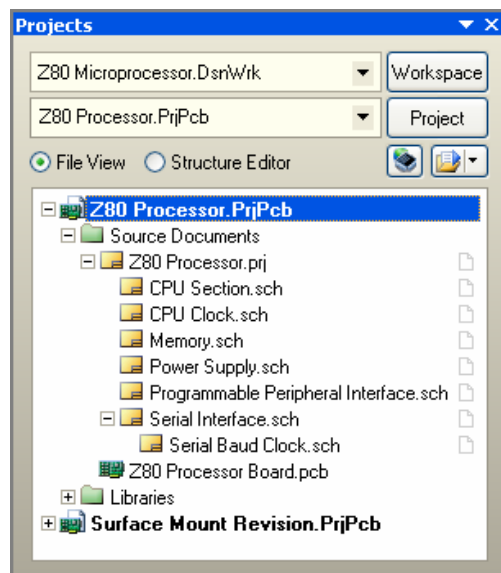

図 2. DDB をインポートした例。トップの Design Workspace の名称が元の DDB と同じであることを注意して下さい。1 DDB
6. Design Workspace を開いて下さい。作成した Design Workspace を開くと、構築された全ての Protel 2004 プロジェクトを表示します。図 2 は、Protel 99 SE \Examples フォルダに含まれる Z80 Microprocessor デザインをインポートした結果を示します。